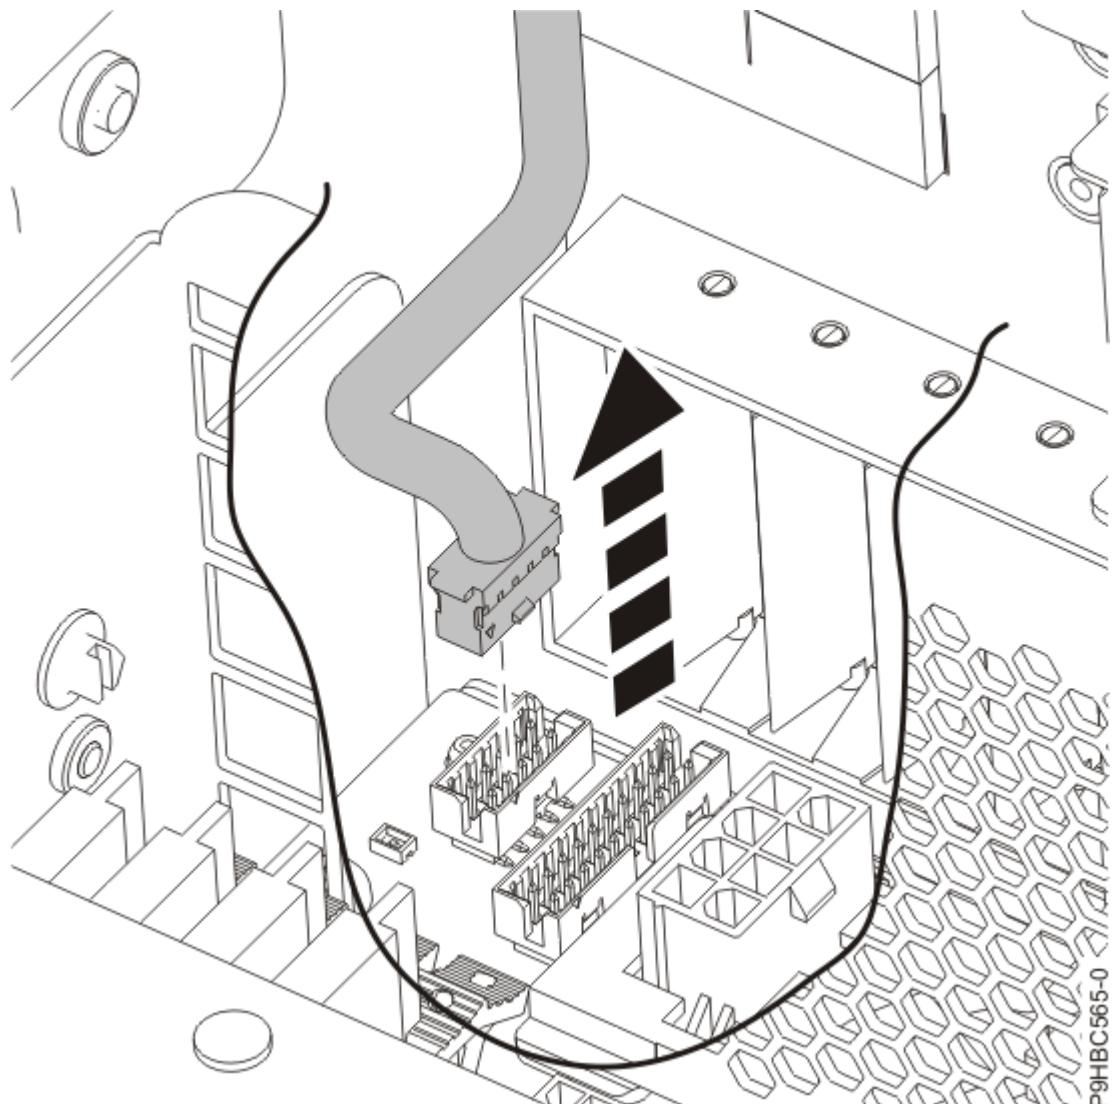

図 108. ラック・マウント型システムのシステム・バックプレーンからのコントロール・パネル・ディスプレイ・ケーブルの切り離し
4. コントロール・パネル・ディスプレイ・ケーブルをシステム・バックプレーンから引き抜きます (113 ページの図 108 または 114 ページの図 109 を参照)。